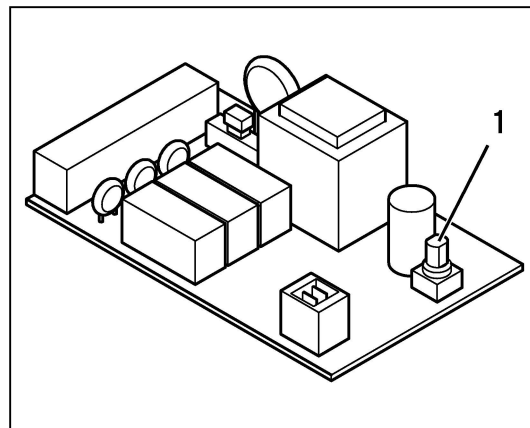

Рис. 4.3 Настройка адреса шины
- Настройте переключатели адреса (1) (смотрите рис. 4.3) подключенных коммутаторов на их адрес шины. Этот адрес шины определяется очередностью котла внутри каскада. Первый котел получает адрес шины 1, второй - адрес 2 и т.д.